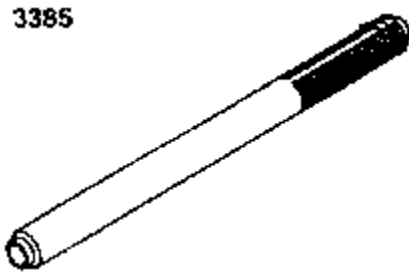
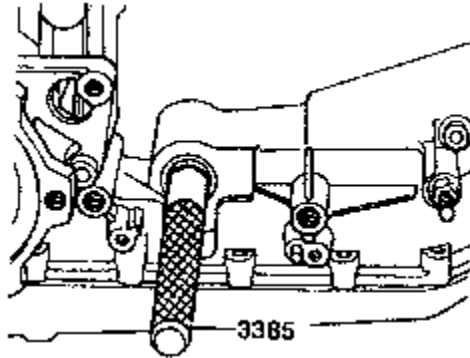

图 8-88 换档轴油封专用压块
图 8-89 安装换档轴油封
(1) 在油封外沿和密封唇口之间涂上 ATF。
(2) 使油封张开侧指向变速箱，将油封装到压块 3385 上后，如图 8-88 所示，把压块 3385 敲入，同时注意油封不要歪斜，如图 8-89 所示。